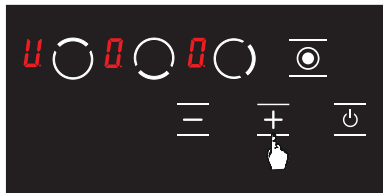

Рисунок 10
3. Затем нажмите кнопку **+** один раз. При нажатии значок **H** будет отображаться на соответствующей конфорке. (См. Рисунок 10) Таким образом, активируется функция подогрева.